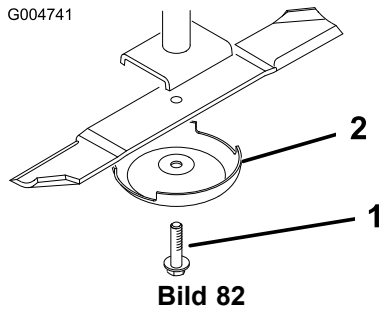

Bild 82
2. Halten Sie das Ende des Messers mit einem stark wattierten Handschuh oder wickeln Sie einen Lappen um es herum. Entfernen Sie die Messerschraube, die Antiskalpierkuppe und das Messer von der Spindelwelle (Bild 82).